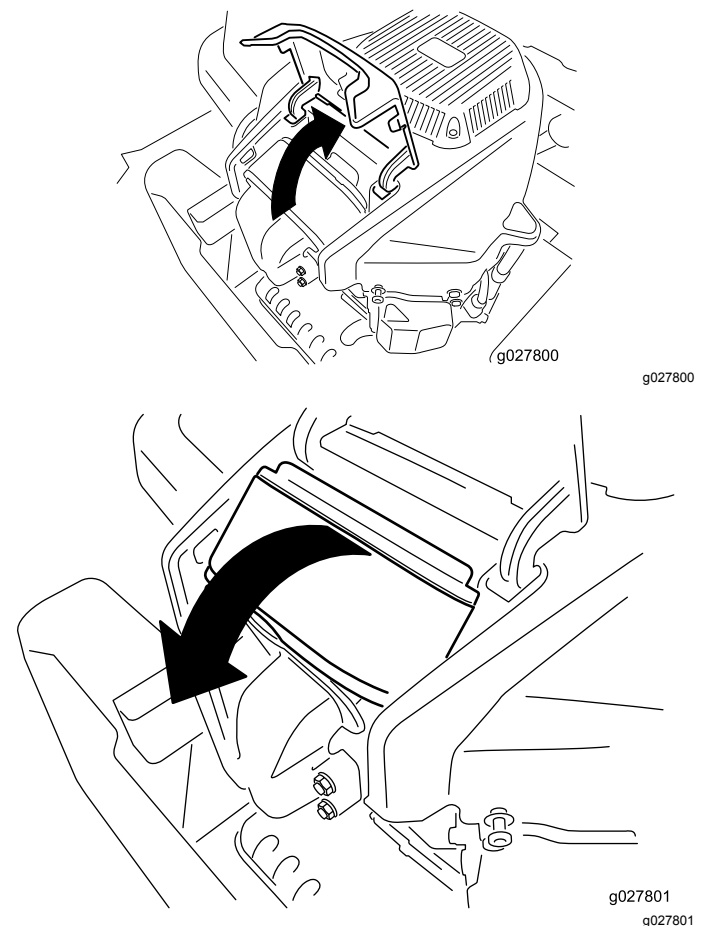

Figura 28
4. Retire la tapa y gire el limpiador de aire para retirarlo del motor (Figura 28).